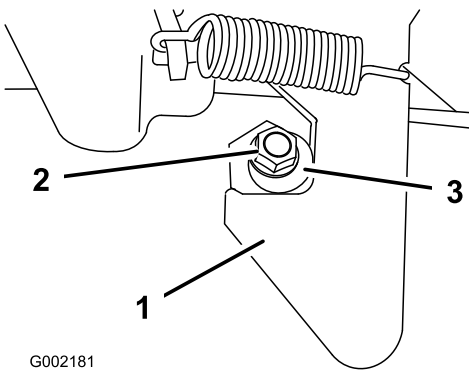

Bild 29
1. Lösen Sie die Mutter am Ende des Verriegelungspfofen (Bild 29).
2. Drehen Sie den Verriegelungsposten nach rechts, bis er am Riegel anliegt. Ziehen Sie dann die Mutter fest (Bild 29).